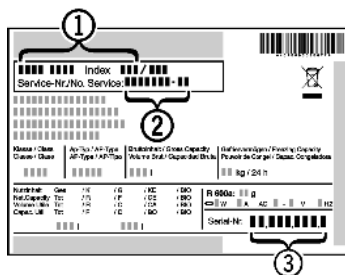

Fig. 64
- ▶ Gerätebezeichnung Fig. 64 (1), Service-Nr. Fig. 64 (2) und Serial-Nr. Fig. 64 (3) vom Typenschild ablesen. Das Typenschild befindet sich an der linken Geräteinnenseite.